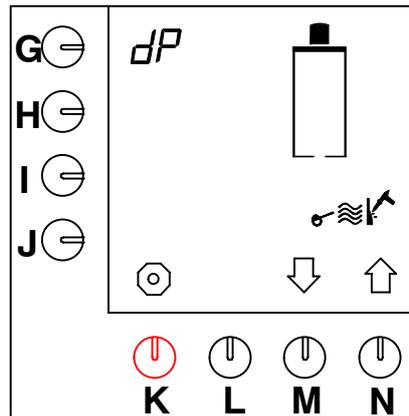

Abb. 15 Starten des Entkalkungsprogramms für das Kaffebrühsystem
- Jetzt erscheint das Entkalkungsprogramm im Display (Abb. 15).
- Drücken Sie so lange auf die Programmierstaste (G.) bis Abb. 15 wieder im Display erscheint.